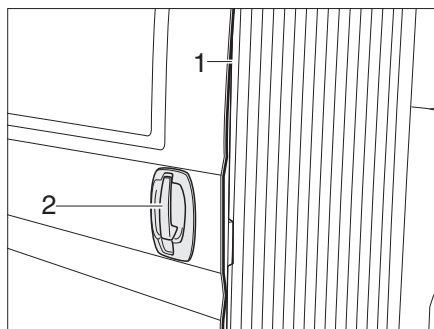

Fig. 22 Porte coulissante, électrique - poignée de porte extérieure
- ▷ Afin d'éviter des contusions à la porte coulissante électrique, l'arête de fermeture comporte un bord palpeur (Figure 22,1). En cas de contact, le mouvement de la porte coulissante est immédiatement arrêté.
Ouvrir : ■ Tirer sur la poignée de la porte (Figure 22,2). La porte coulissante électrique s'ouvre jusqu'à la butée.
Fermer : ■ Tirer sur la poignée de la porte (Figure 22,2). La porte coulissante électrique se ferme et rentre dans la serrure de porte.